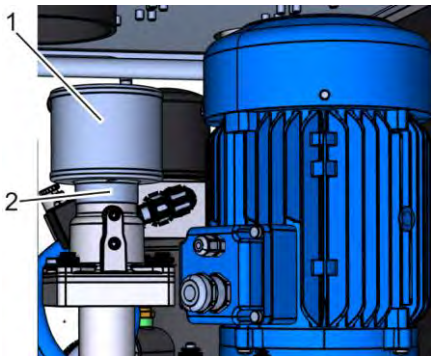

Рис. 42: Отсоединение хомутика приемного фильтра
4. Отсоедините хомутик приемного фильтра (Рис. 42/2).
5. Извлеките старый приемный фильтр (Рис. 42/1).
6. Установите новый приемный фильтр (Рис. 42/1).
7. Затяните хомутик приемного фильтра (Рис. 42/2)